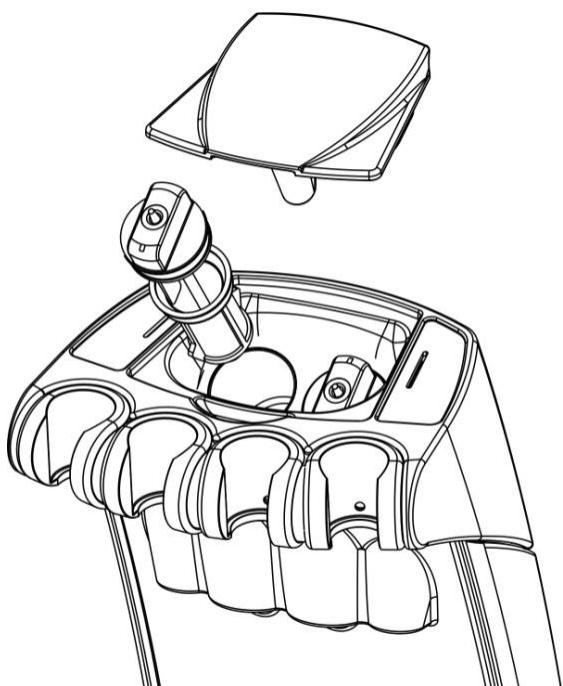

Рисунок 8.8.1.
- фильтр (Рисунок 8.8.1.) в корпусе,
- Вытянуть фильтр аспирационного блока (Рисунок 8.8.1.);